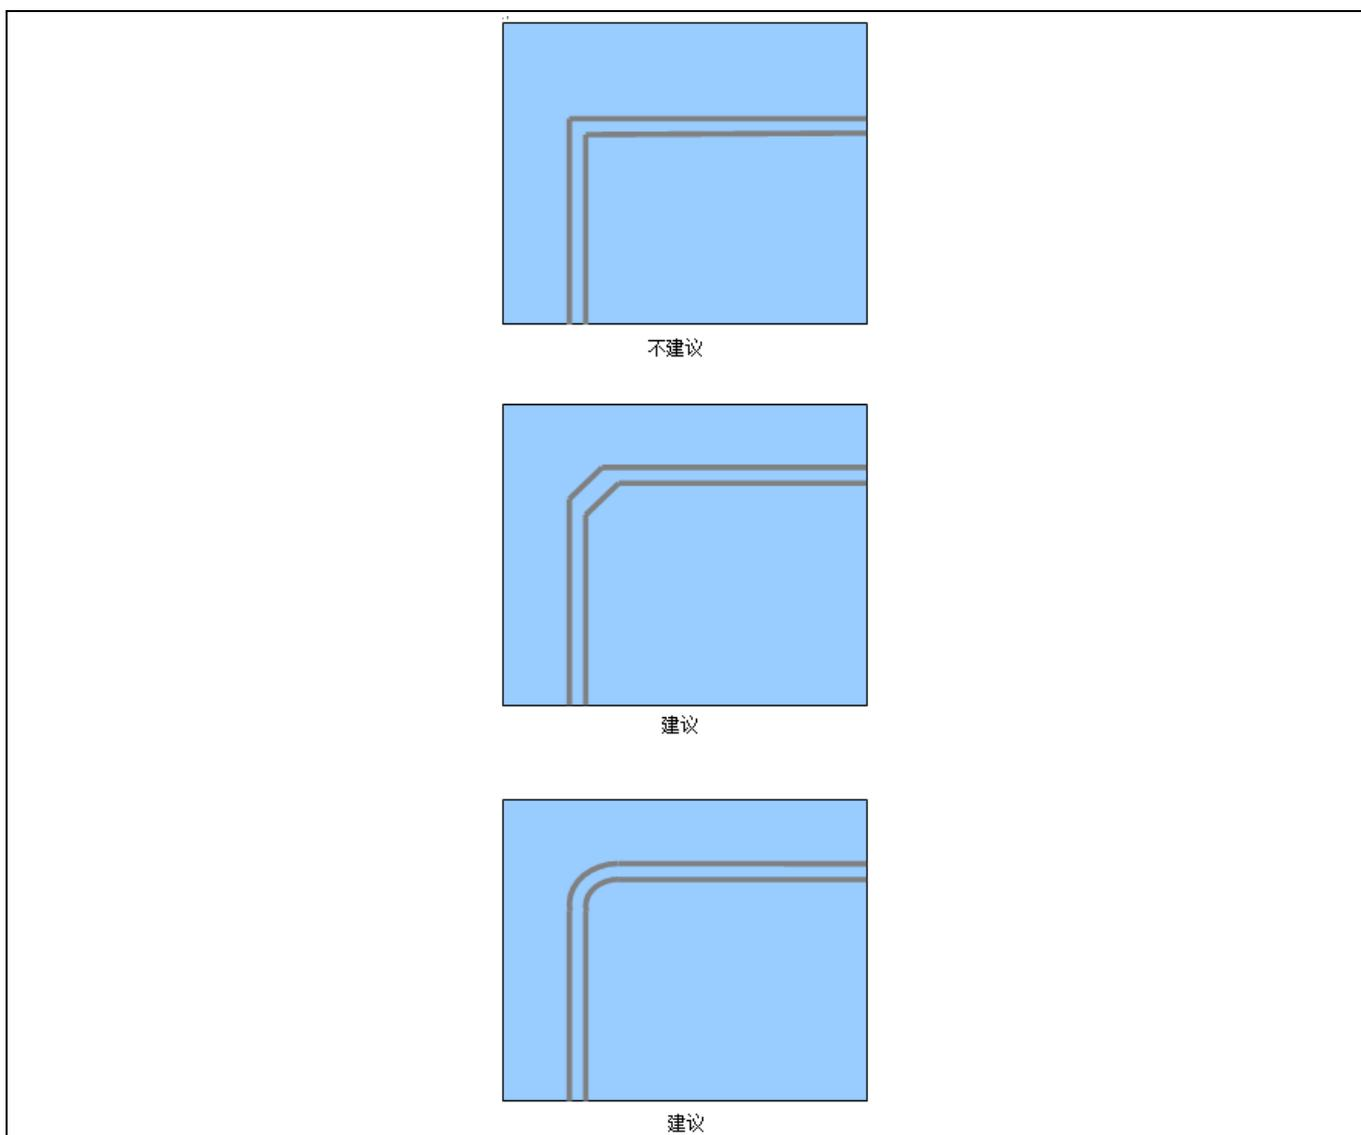
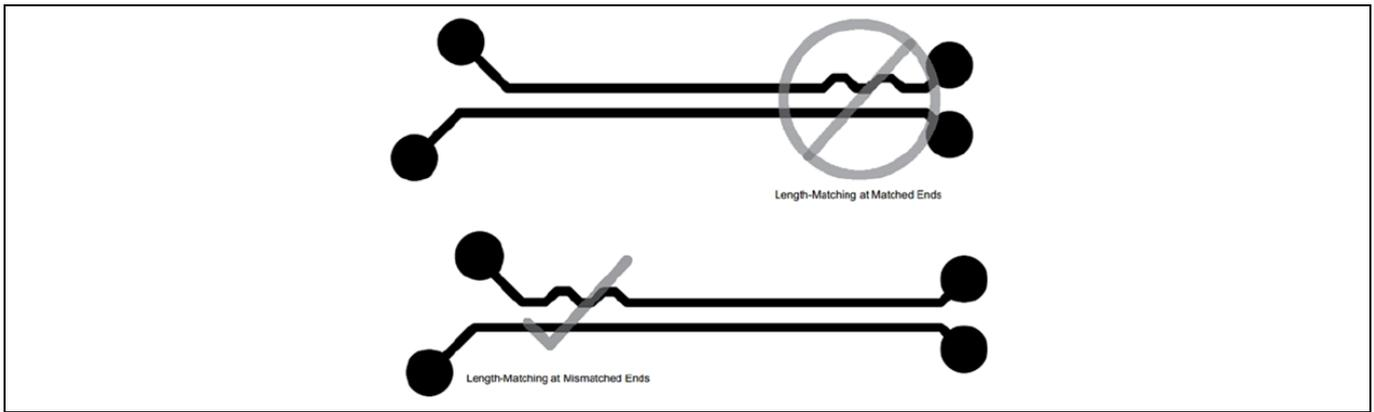

Figure 21 USB 信号弯曲
Figure 22 SuperSpeed/HS 讯号长度匹配
- 在 SuperSpeed/HS USB 信号线上，尽量减少将要使用的弯曲。请勿使用 90° 的弯曲布线。若需要，请进行 45° 的弯曲或圆形 (曲线) 弯曲。Figure 21 显示了一个说明。
- 差分 SS 讯号对的信号线长度应相互匹配并在 0.12mm(5mils)之内。HS D+和 D-讯号线长度应相互匹配并在 1.2mm(20mils)之内。适时调整(设置环路如 Figure 21) SuperSpeed USB/HS 讯号线长度, 并将其配置靠近 USB 插座而非靠近器件端。图中显示靠近插座终端的匹配与不匹配情况。须时时调整在终端的不匹配情况。Figure 22 表示一 SuperSpeed 讯号长度匹配范例。